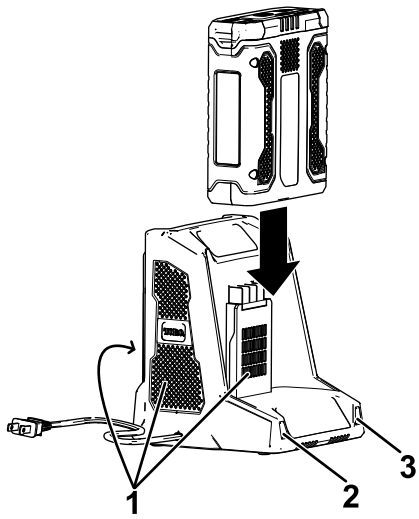

Figura 5
4. Introduzca la batería en el cargador hasta que esté completamente asentada (Figura 5).